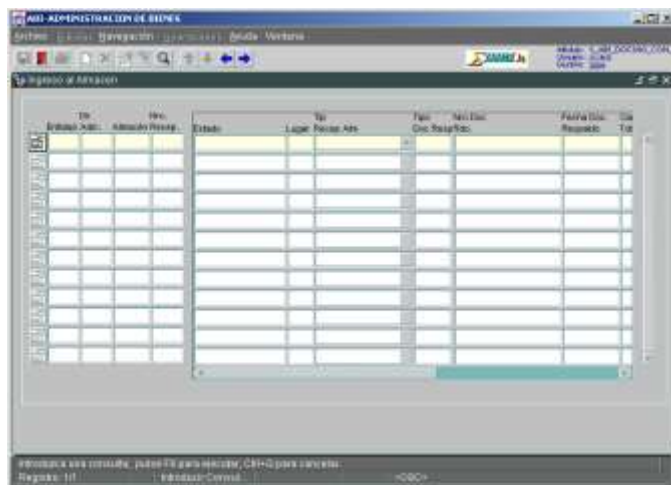

Figura 3-5
- 7) El momento que desee completar el registro o efectuar una modificación recupere el documento siguiendo la misma ruta de acceso, para recuperar el documento emplee el icono de búsqueda, , ver figura 3-5.